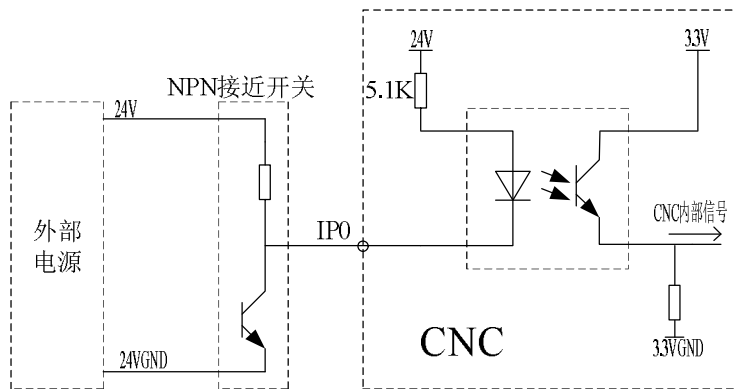
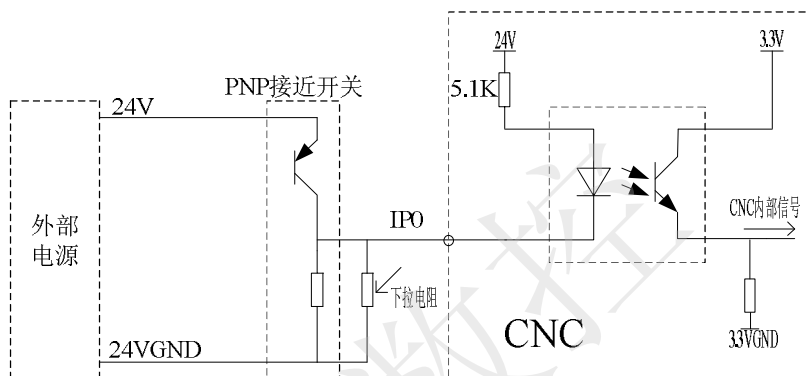

图 2-5 输入口与 NPN 型接近开关的连接
图 2-6 输入口与 PNP 型接近开关的连接
(2) 外接传感器接近开关时，系统的输入端口可以直接接 NPN 集电极开路型接近开关的输出端进行连接，如图 2-5 所示。当采用 PNP 型集电极开路型接近开关时，由于接近开关内部输出端与 24VGND 的电阻很大，无法提供光电耦合器件所需要的驱动电流。因此，需要加下拉电阻。如图 2-6 所示。